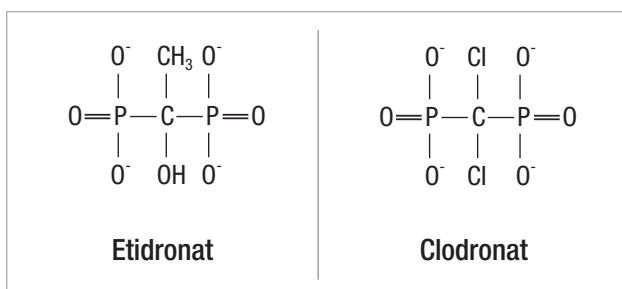

Abb. 2: Stickstofffreie Bisphosphonate der ersten Generation (Abu-Id 2010).
- Die Bisphosphonate der ersten Generation sind die sog. Nicht-Amino-Bisphosphonate oder Alkylbisphosphonate. Diese enthalten eine aliphatische R₂-Seitenkette wie z.B. Etidronat oder sind mit Halogenen substituiert wie z.B. Clodronat (Abb. 2).